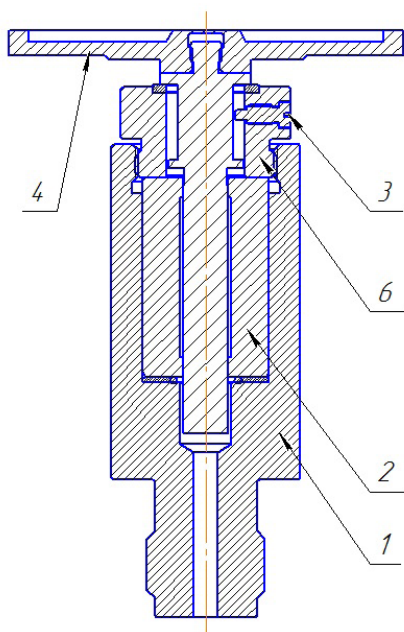

Рис. 3. Устройство поршневых систем (ИПС и БПС)
Поршневые системы МП-Д-6...МП-Д-16 (Рис. 3) состоят из корпуса, цилиндра, стопорного винта (предотвращающего выход поршня из цилиндра), грузоприемного устройства с поршнем, гайки (фикси-
6.6 После промывки, установите цилиндры обратно в корпуса поршневых систем. В исполнении МП-Д-6-16 закрутите гайки 6 (Рис. 3) на корпуса поршневых систем.